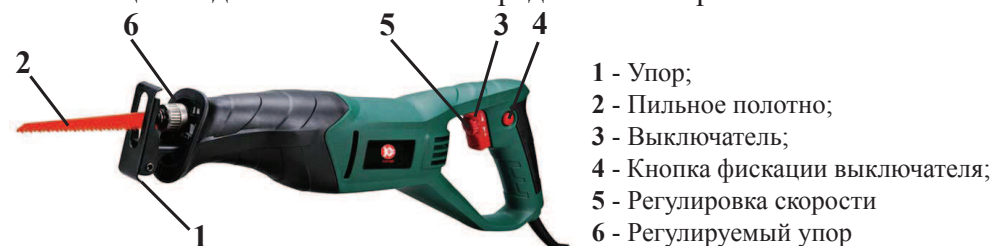

рис. 1
4.1 Общий вид пилы схематично представлен на рис. 1